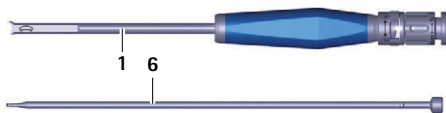

Fig. 12 Instrument d'insertion démonté
- Retirer la barre **6** du tube **1**, voir Fig. 12.
- Pousser la barre **6** dans le tube **1**, voir Fig. 12.